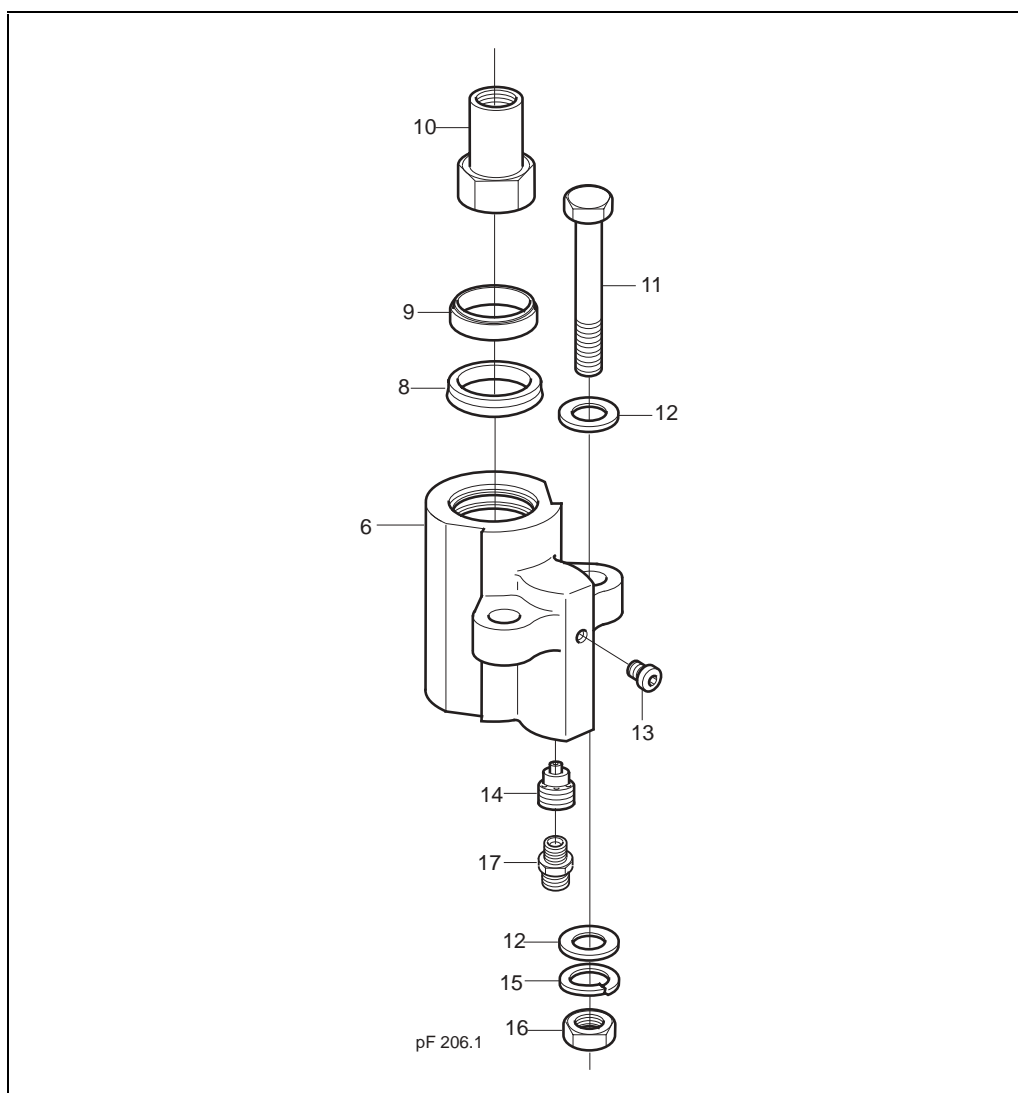

Figure 8.3 Vanne de rupture de flexible
La vanne de rupture de flexible est montée dans la partie supérieure du vérin de levage, voir pos. 14, Figure 8.3, "Vanne de rupture de flexible"
- 3 Desserrez et déposez le raccord, pos. 17, Figure 8.3, "Vanne de rupture de flexible", vissé dans le vérin.